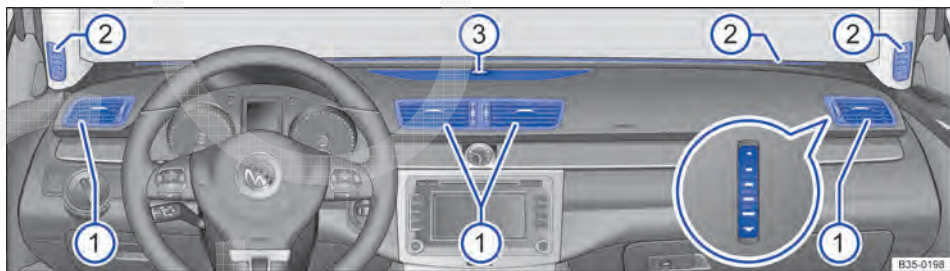

Fig. 189 No painel de instrumentos: difusores de ar.
Para que uma potência de aquecimento, uma refrigeração e uma entrada de ar suficientes sejam atingidas no interior do veículo, os difusores de ar ⇒ Fig. 189 ① devem ser mantidos sempre abertos.